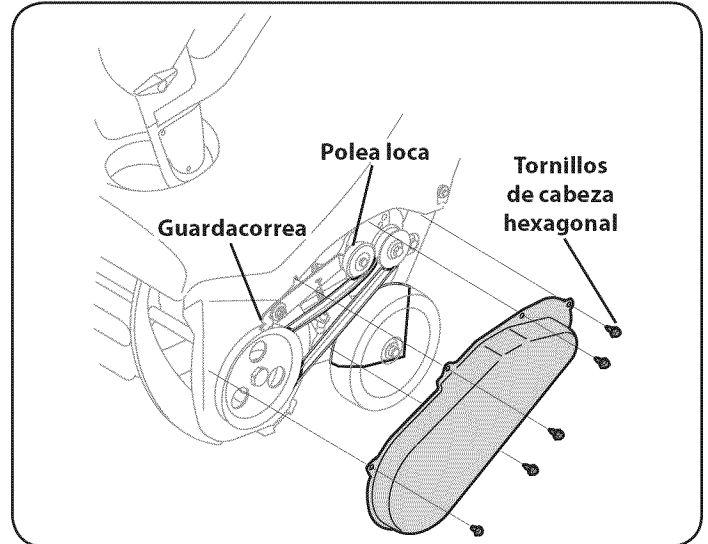

Figura 16
1. Para sacar la cubierta de la correa saque los cinco tornillos hexagonales que la sujetan al bastidor. Vea la Figura 16.
NOTA: Tire hacia abajo la polea loca para soltar la correa de debajo del guardacorrea. Vea la Figura 16.